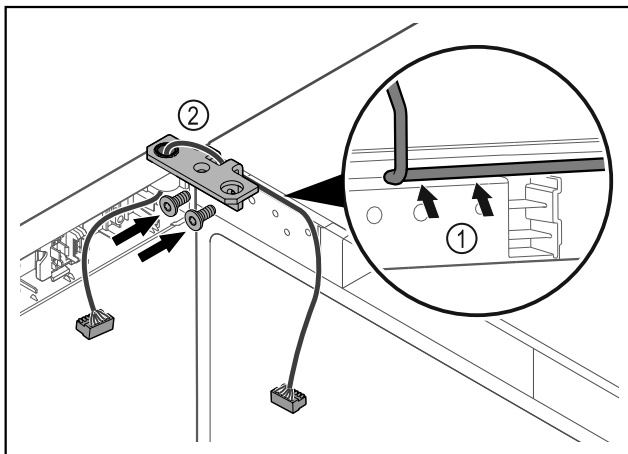

Fig. 47
- ▶ Ved'te kabel skrz vybrání úhelníku závěsu a opatrně jej položte Fig. 47 (1).
- ▶ Našroubujte úhelník závěsu Fig. 47 (2).